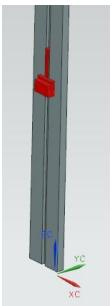

рис.1
- Рассмотрим уже пройденный пример из учебной директории *Prim_Ves* (рис.1, 2). Ранее в этом примере красное тело снизу подпиралось скалярной силой, и поэтому оставалось неподвижным. Но если эту силу убрать, то красное подвижное тело просто начнет падать вниз по направляющим серого основания под действием собственного веса. Предполагается, что вы уже выполнили хотя бы одну анимацию вашего механизма, и поэтому в навигаторе перемещений у вас уже присутствует раздел *Solution*. То есть, качественно вы уже представляете себе – как происходит процесс. Теперь важно зафиксировать количественные характеристики этого процесса. То есть, нужно построить некоторые графики перемещения, скорости или ускорения подвижного красного тела.